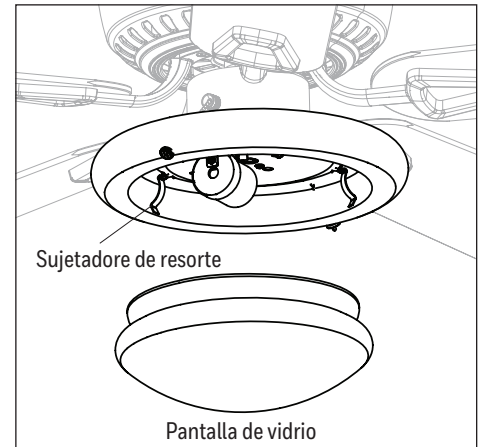

Figure 4.9
9. Fije la pantalla de vidrio insertando los tres sujetadores de resorte dentro del cuello de la pantalla y empújela firmemente hacia arriba hasta que quede segura en el kit de iluminación. **Nota:** la pantalla de vidrio encajará en su lugar una vez que se instale adecuadamente (Figure 4.9).